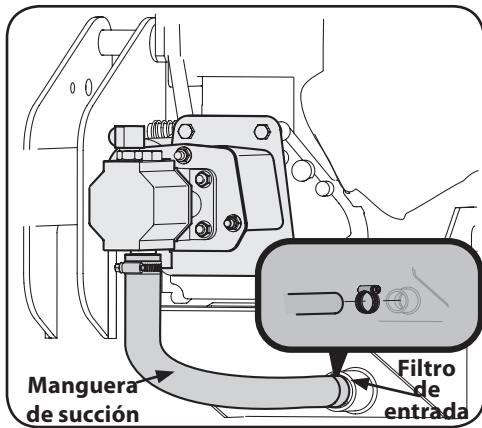

Figura 4-1
2. Si el motor tiene un motor horizontal configuración se muestra en la Figura 4-1, Vea Figura 4-1 para cambiar el fluido hidráulico.
4. Desconectar la manguera de aspiración desde la parte inferior del tanque de depósito. Vea la Figura 4-1 para los motores horizontales o Figura 4-1 para los motores verticales.